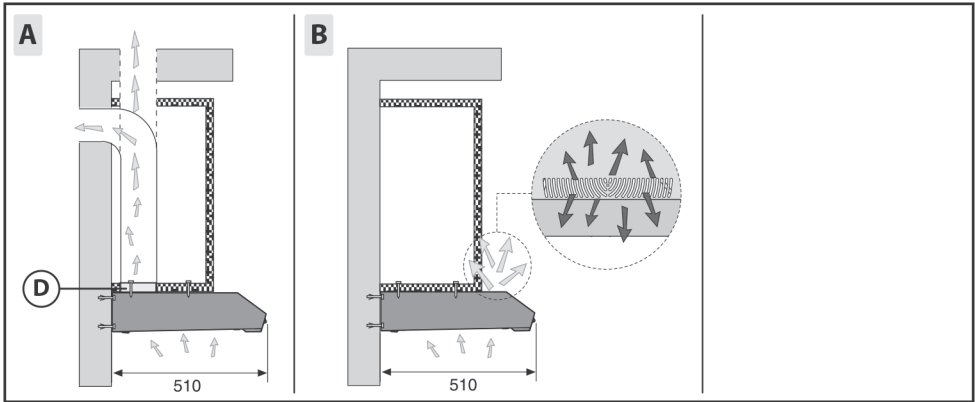
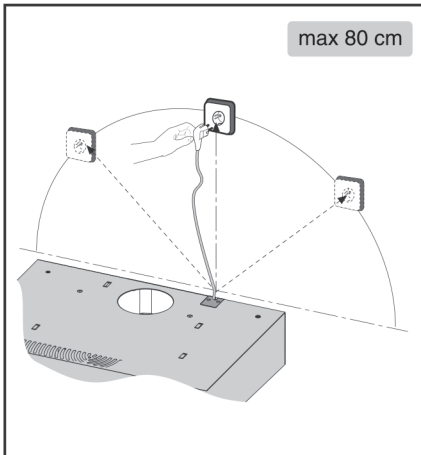

Рис. 1
Рис. 3
2. Если Ваша кухонная вытяжка подключается в режиме отвода воздуха, подготовьте отверстие для отвода воздуха (рис. 1а – 1b).
3. Отрегулируйте ширину опорного кронштейна верхнего короба (рис. 3). Затем прикрепите его к стене так, чтобы он находился на одной оси с Вашей вытяжкой, с помощью болтов **A** (рис. 3), соблюдая расстояние от потолка, указанное на рис. 2b. Подсоедините гибкий шланг (не поставляется) к фланцу **D** (рис. 1а).
5. Разнимите верхнее соединение **P** до скобы и закрепите его с помощью болтов **C** (рис. 3).
При таком способе монтажа кухонная вытяжка осуществляет отвод воздуха через наружную стену здания или через существующую вентиляционную шахту. С этой целью необходимо приобрести раздвижную невозгораемую дымоходную трубу, которая соответствует действующим нормативам, и соединить ее с фланцем **D** (рис. 1а).